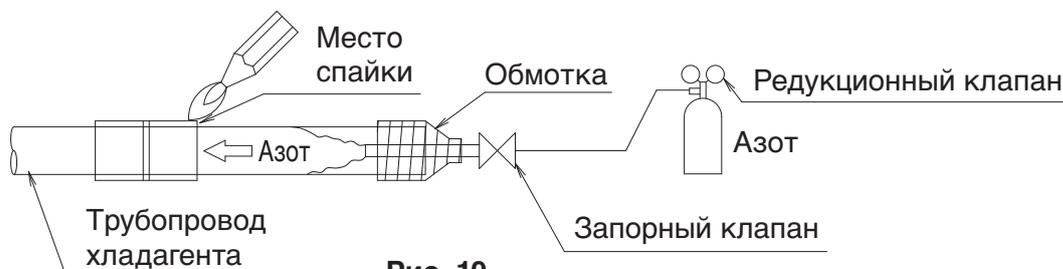

Рис. 10
- Перед пайкой трубопровода для хладагента дождитесь, пока азот вытеснит из него воздух (ПРИМЕЧАНИЕ 1) (См. Рис. 10). После этого можно приступить к пайке (ПРИМЕЧАНИЕ 2). После пайки выполните конусное соединение с внутренним блоком. (См. Рис. 9)